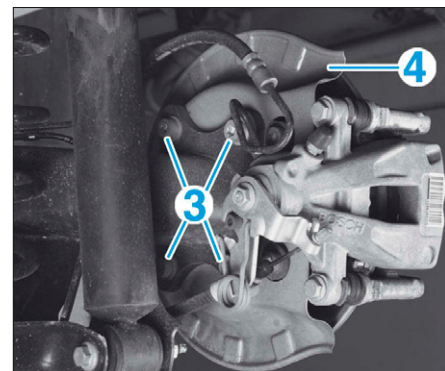

FIG. 36
- Déposer (Fig.36) :
- les vis (3),
- la tôle de protection (4).